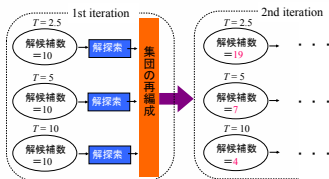

図1 Population Migration(メタヒューリスティクス)
(1)なるべく効率的に解決することができる方法(メタヒューリスティクス)の開発(図1)